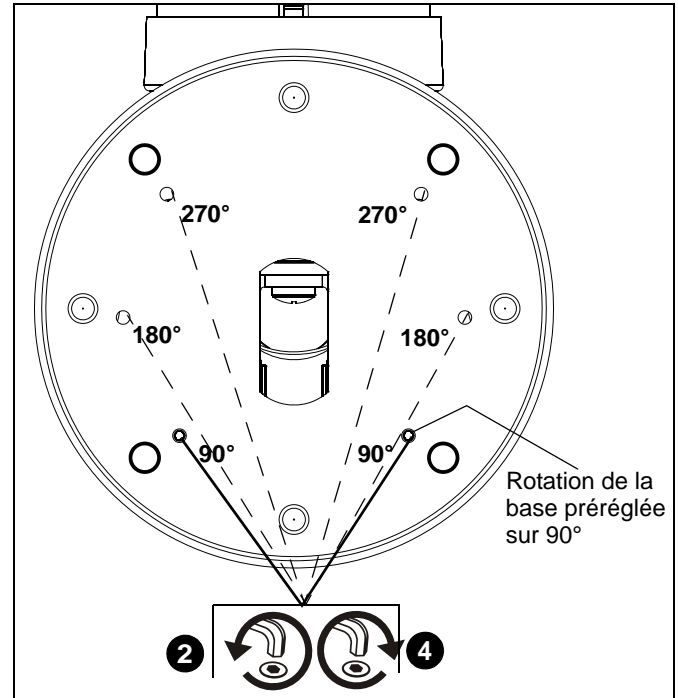

Figure 2
IMPORTANT ! : Le STS1 est livré avec un angle de rotation réglé à un minimum de 90° . La rotation de la base peut être réglée sur 90° , 180° ou 270° et verrouillée selon les besoins de l'installation. (Voir Figure 2)
2. Retirez les vis de serrage des deux trous de 90° de la base à l'aide d'une clé hexagonale de 2,4 mm (3/32 po) (K) et mettez-les de côté. (Voir Figure 2)
4. Insérez les vis de serrage dans les trous appropriés (180° ou 270°) et serrez-les bien pour verrouiller le degré de rotation choisi. (Voir Figure 2)